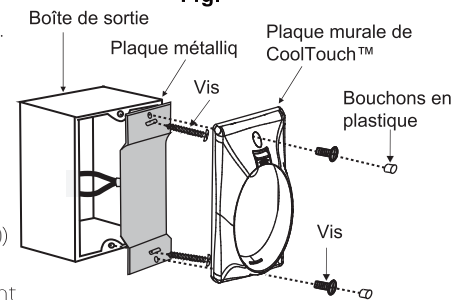

Fig. 20
Étape 2. Installez la plaque métallique et la plaque murale CoolTouch™ sur la boîte de sortie murale existante avec 4 vis fournies. Placez ensuite les deux bouchons en plastique dans la plaque murale (Fig. 20)